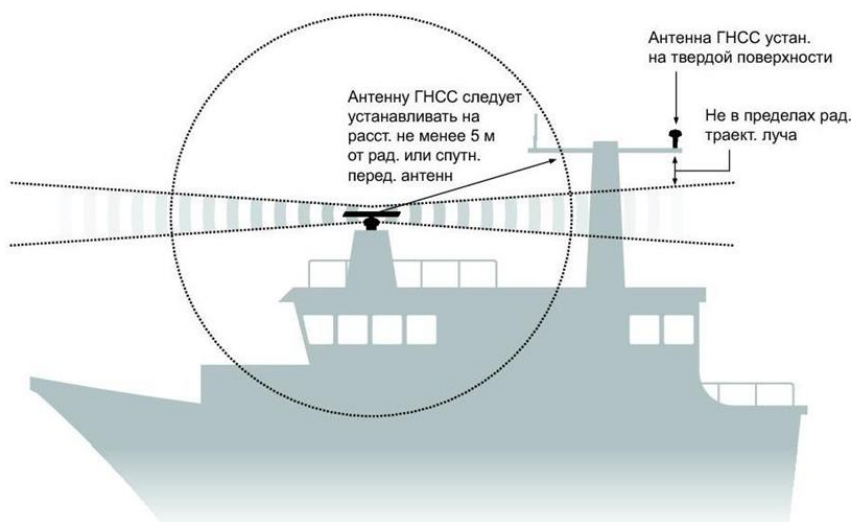

Рис. 39 Расположение антенны ГНСС
- Антенну ГНСС следует устанавливать как можно выше, однако не рекомендуется закреплять антенну на верхней части высокой мачты, потому что при движении судна антенна будет раскачиваться, что может снизить точность позиционирования ГНСС. Рекомендации содержатся на Рис. 39.